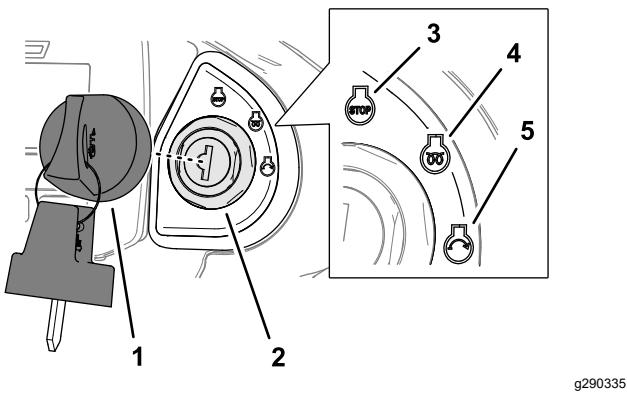

Figure 25
4. Tournez la clé à la position arrêt (Figure 25).